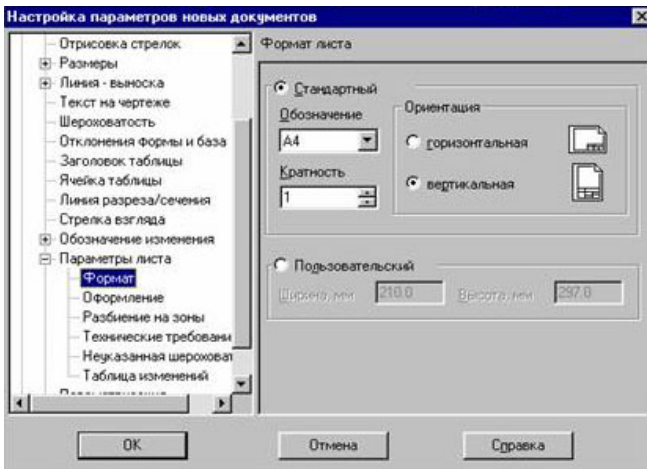

Рисунок 2.2 - Діалогове вікно вибору формату креслення
- для вибору формату (рис. 2.2) - "Графический документ► Па-раметры листа ► Формат";